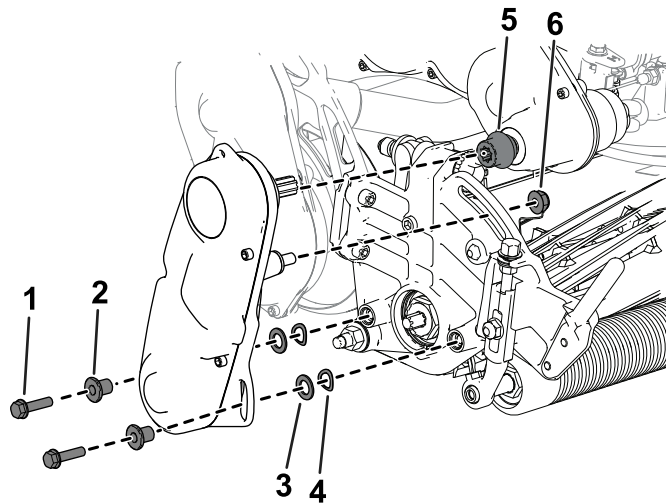

Figura 45
6. Utilizați uruburile cu cap imbus, aibele și distanțierele îndepărtate anterior pentru a fixa ansamblul cilindrului pe placa laterală a unității de tăiere (**Figura 45**).
Asigurați-vă că arborele ansamblului de acționare a cilindrului este montat pe elementul de cuplaj transmisie-arbore de acționare (**Figura 45**).